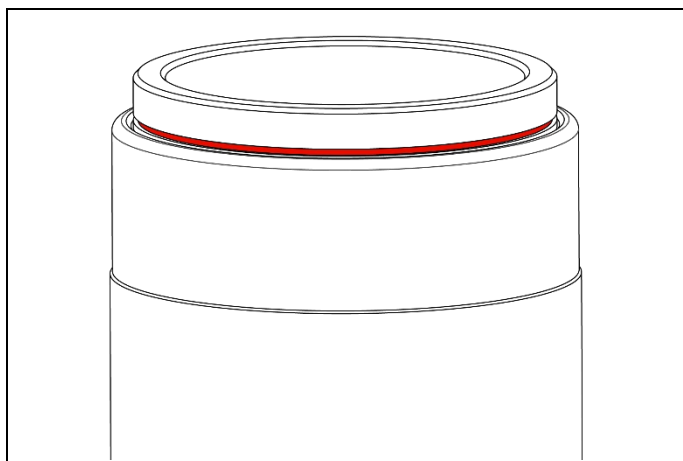

Fig. 2.1 Kolvens indikatorspår
**OBS** Det finns ett rött indikatorspår runt kolvens topp som visar att sträckaren har uppnått dess maximala slaglängd. Om linjen kan ses, stoppa pumpen och sluta trycksätta verktyget/verktygen. Muttern/muttrarna måste dras åt och verktyget/verktygen dras tillbaka innan du fortsätter. (Fig. 2.1)